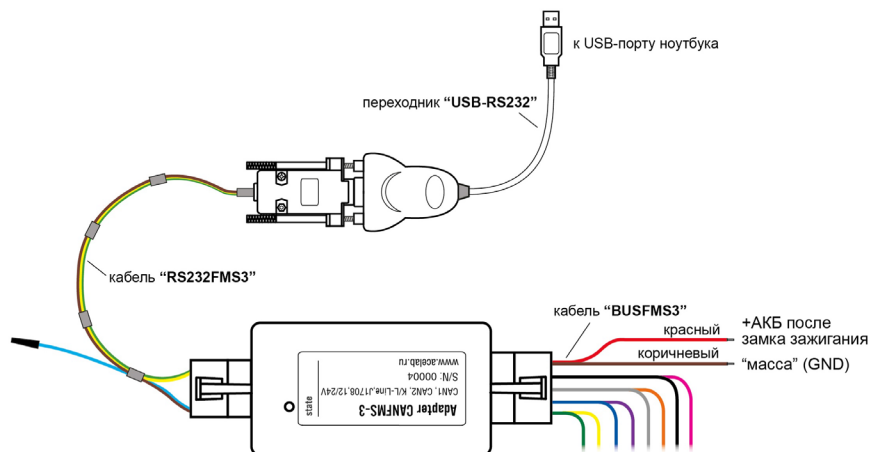

Рис.1. Подключение адаптера «CANFMS-3» к ноутбуку для загрузки настроечного профиля через RS232.
- Если ноутбук не оснащен COM-портом, необходимо подключить адаптер к USB-порту компьютера при помощи переходника «USB-RS232», рис. 1. Данный переходник поставляется опционально.